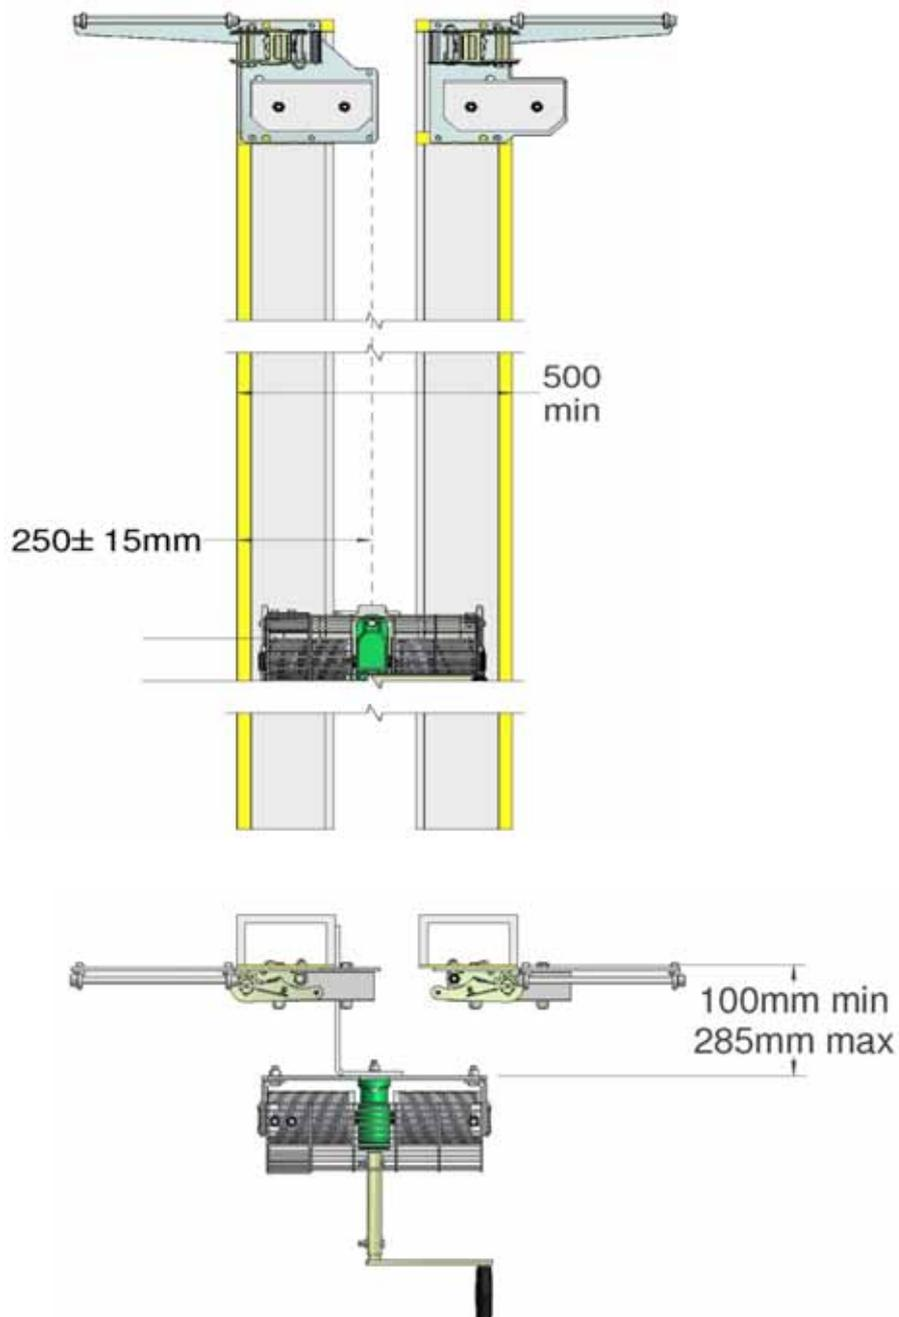

Abbildung 11
11. Ein Antrieb in der Mitte positioniert: Abbildung 11 zeigt einen Vorschlag für die mittlere Säule auf Grundlage von zwei einzelnen Schienen. Jedes Schienensystem ist eigenständig, die Details sind die gleichen wie im Bereich I. Besondere Beachtung muss der Mindestbreite der Säule von 500 mm geschenkt werden, sodass verhindert wird, dass der manuelle Antrieb in die lichte Breite der Öffnung gerät.